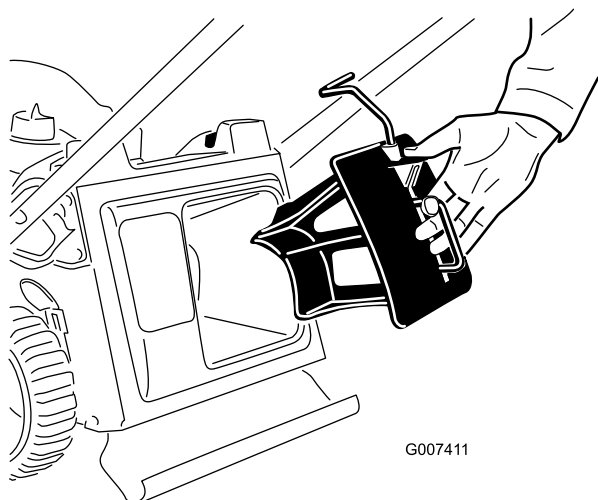

Figure 8
1. Si ce n'est déjà fait, insérez l'obturateur de mulching dans la machine (Figure 8).